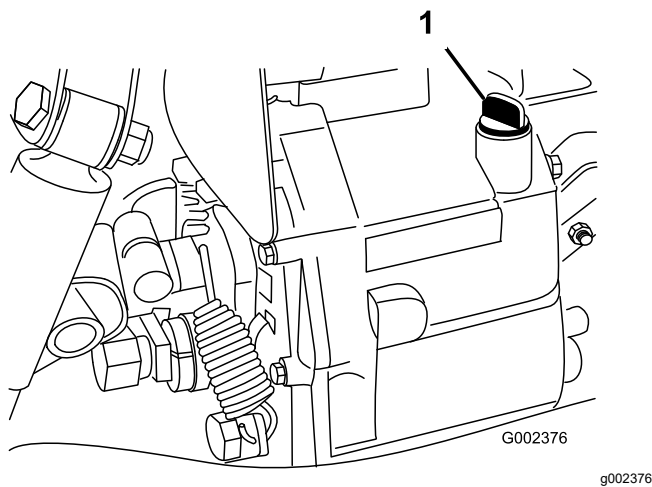

Figura 20
2. Pulite attorno all'asta di livello (Figura 20).